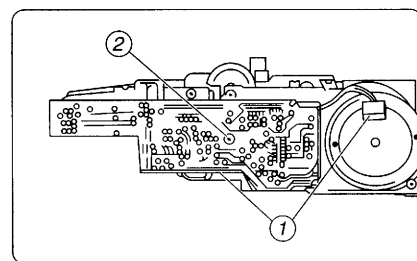

Рис. 13. Печатная плата реле
- отсоедините два разъема 1 (см. рис. 13);